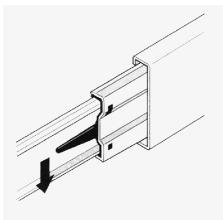
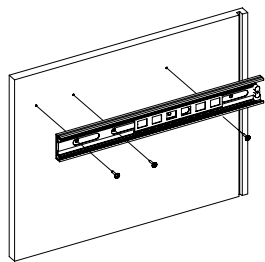

Рис.3
Рис.4
2. Отсоедините от основания телескопических направляющих внутренние планки, отогнув пластиковый рычажок фиксатора (Рис.3). Основания телескопических направляющих закрепите на деталях 4, 5 винтами M5x8 (Рис. 4). !!! Приложите телескопическую часть отверстиями к отверстиям на боковине стола, чтобы они были отцентрованы относительно друг друга. Вкрутите винты M5x8 с помощью шуруповерта, приложив немного усилий. **Внимание:** винт M5x8 должен заходить с натягом для максимально плотной фиксации телескопических направляющих.